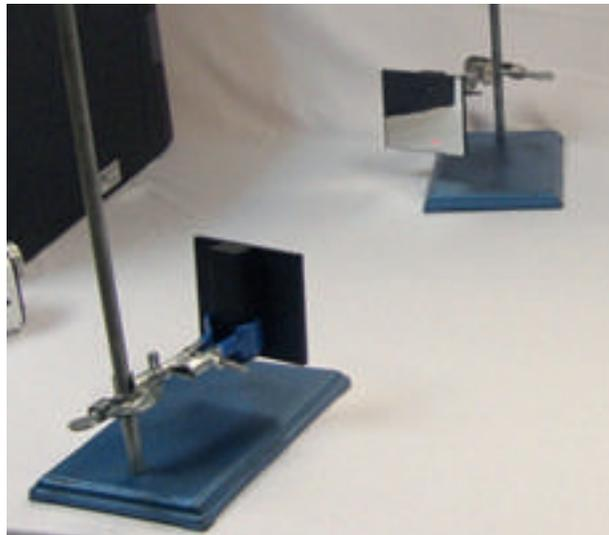

Figura 8.7. Colocación de espejos en los soportes universales
d) Coloque los espejos en los soportes universales (figura 8.7).